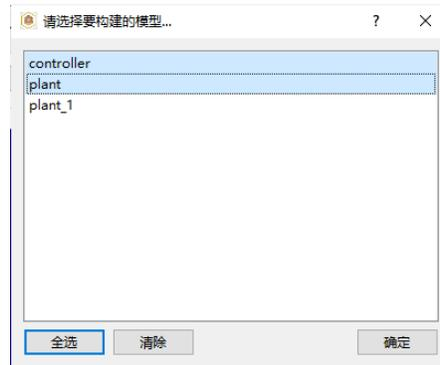

图 3.4: 选择模型
- 弹出模型选择对话框，在模型列表中选择 controller 和 plant 模型，如图 3.4。